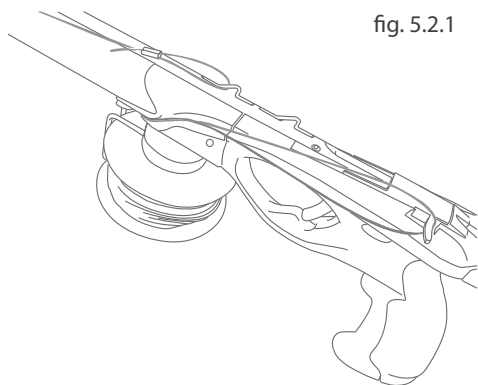

fig. 5.2.1
- Cruzar el nylon y bajarlo hasta llegar a la pestaña del mecanismo de disparo regulando la tension (fig 5.2.1).